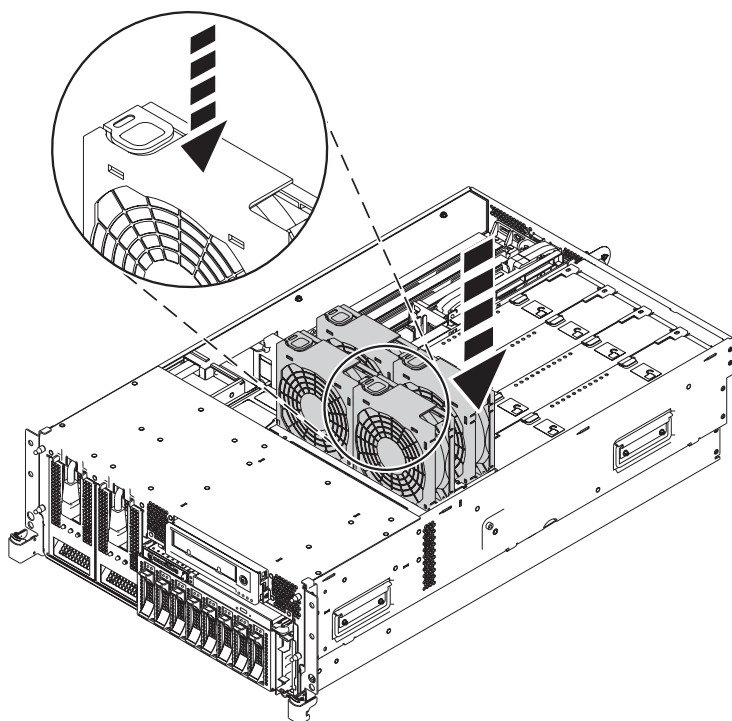

Figura 17. Instal·lació dels ventiladors al dipòsit de ventilació
- c. Per instal·lar els ventiladors, inseriu-los a les seves ubicacions dins del dipòsit de ventilació i pressioneu fins que quedin bloquejats al seu lloc, tal com es mostra a la Figura 17.